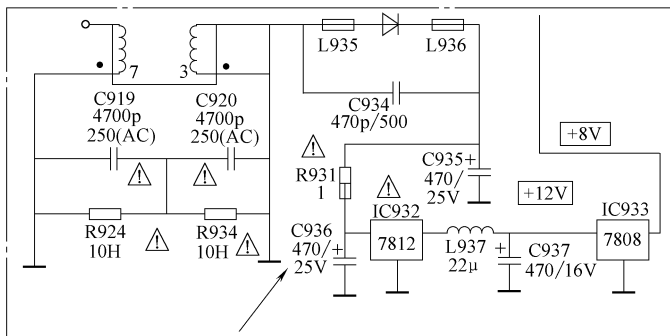

图 5-59 电容 C936 相关电路截图
- 3) 电容 C936 相关电路截图如图 5-59 所示。